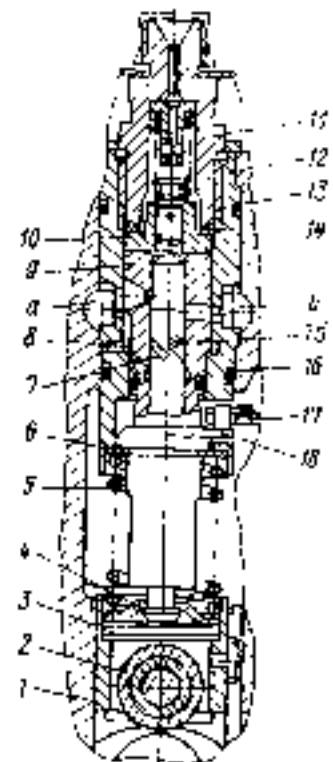

Рис. 44. Детали топливной насосной
3. Den Steuerhebel 2 (s. Bild 44) gegen die Schraube 1 für Begrenzung der maximalen Drehzahl drücken und die Drehzahl der Pumpenwelle prüfen, bei der der Regler die Regelstange zu versetzen beginnt. Der Regler soll die Regelstange bei (1350±15) min⁻¹ der Pumpenwelle zu versetzen beginnen. Die Einstellung erfolgt mit der Schraube 1.
5. Prüfen, ob die Kraftstoffzufuhr abgeschaltet wird, wenn der Steuerhebel des Reglers gegen die Schraube 3 stößt (s. Bild 44). Die Kraftstoffzufuhr soll bei 350 ... 400 min⁻¹ abgeschaltet werden. Die Einstellung erfolgt mit der Schraube 3.
Drehzahl mit der Schraube 3 (s. Bild 44) eingestellt, diese Drehzahl darf nicht 600 min^{-1} übersteigen.